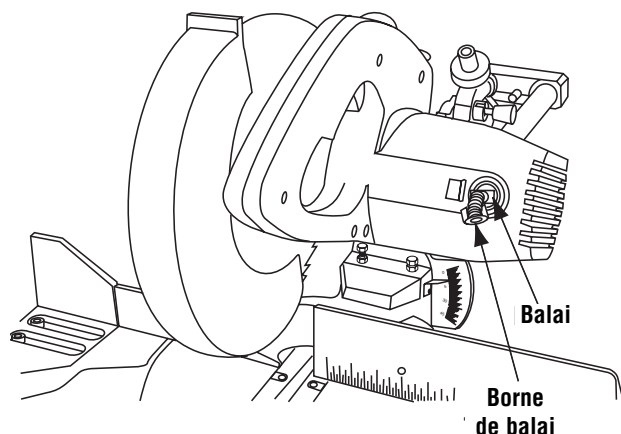

Figure 38. Balai du moteur
3. Tirez le balai vers l'extérieur (Figure 38). Répétez pour le côté opposé.